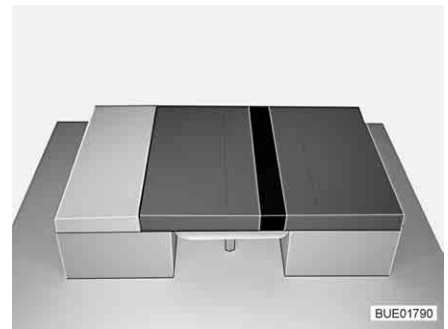

Bild 96 Efter ombyggnaden
- Lägg den extra dynan mellan sittdynorna (se Bild 96).